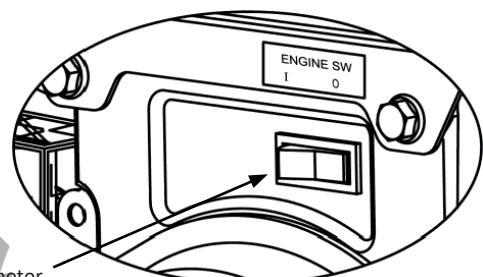

Fig. 4
**Întrerupătorul motorului (Fig. 4)**
- Treceți întrerupătorul motorului în poziția "I / ON". (A se vedea pagina 55, fig. 4)
Pentru a opri motorul în caz de urgență, puneți întrerupătorul motorului în poziția "O". (A se vedea pagina 55, fig. 4)
2. Treceți întrerupătorul motorului în poziția "O/STOP". (A se vedea pagina 55, fig. 4)